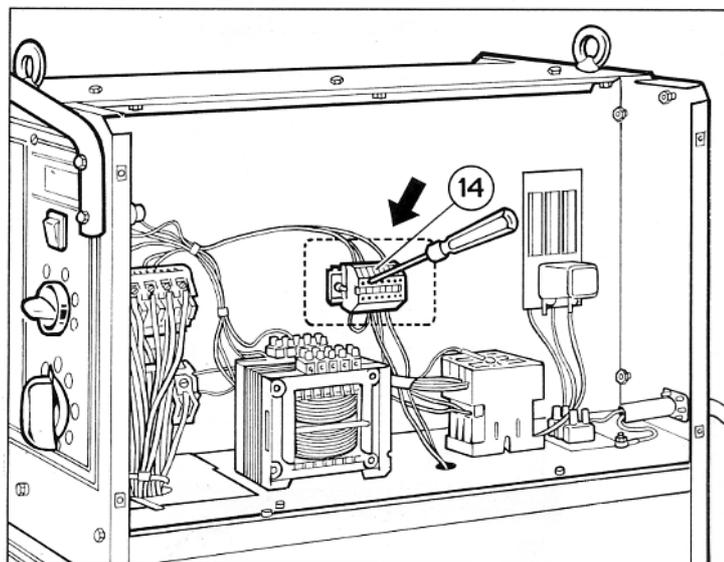

Fig.5
**ATTENZIONE:** il filo giallo-verde del cavo rete della saldatrice deve essere sempre collegato al conduttore di protezione (terra dell'impianto). Il filo giallo-verde non deve **MAI** essere abbinato ad un altro filo di fase (nero-marron o blu) per un prelievo di tensione. Nelle versioni che hanno indicate, sulla targa caratteristiche, due tensioni diverse di alimentazione è possibile invertire le stesse agendo sulla morsettiera (**14**), come indicato in fig.5 e seguendo le istruzioni riportate all'interno della macchina.